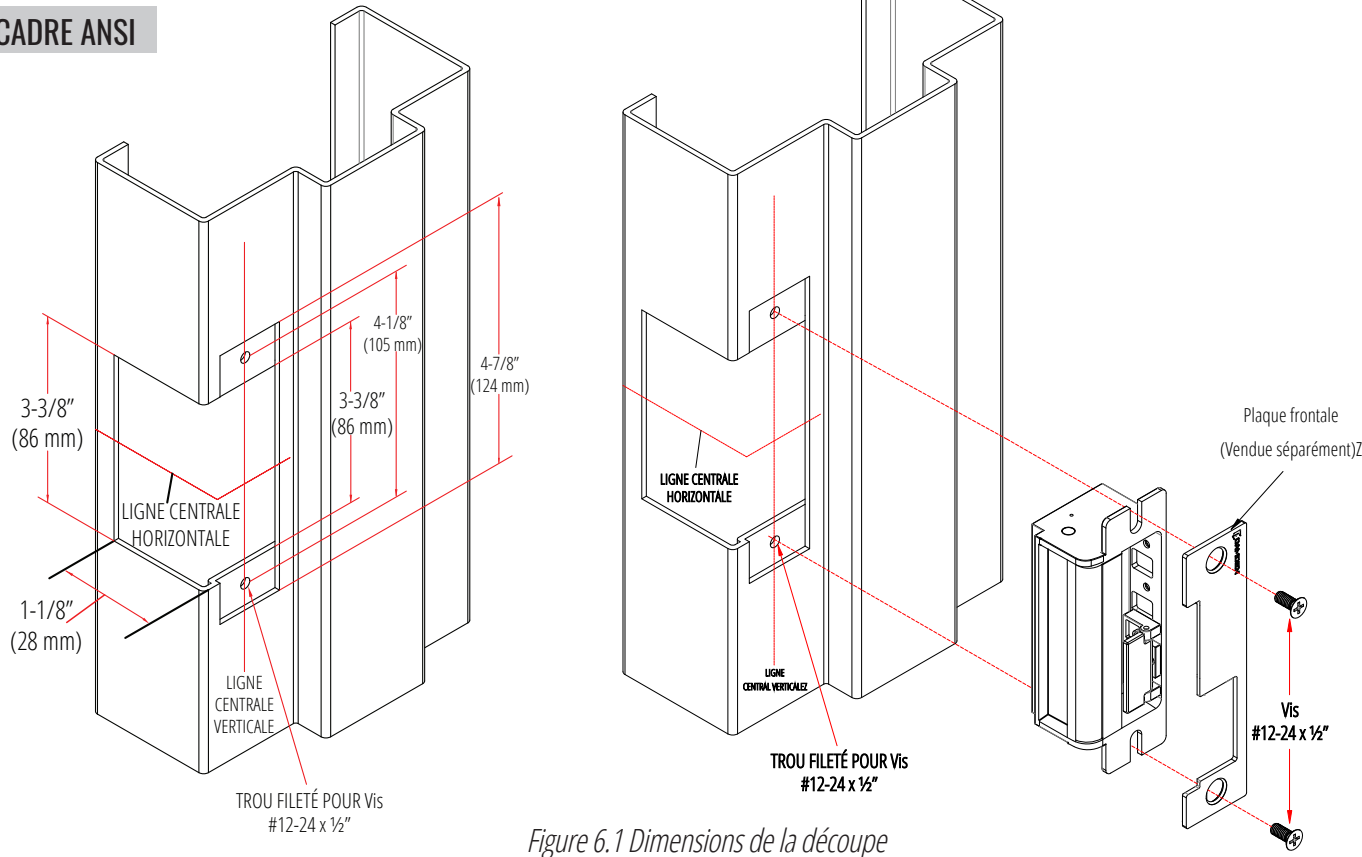

Figure 6.1 Dimensions de la découpe
1. Vérifiez que le chambranle de la porte a une découpe qui convient à l'assemblage de la gâche. Si ce n'est pas le cas, reportez-vous à la figure 6.1 pour obtenir des conseils.